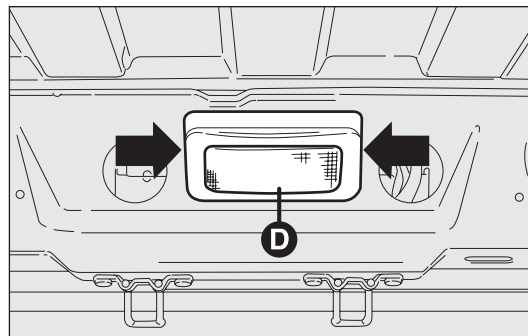
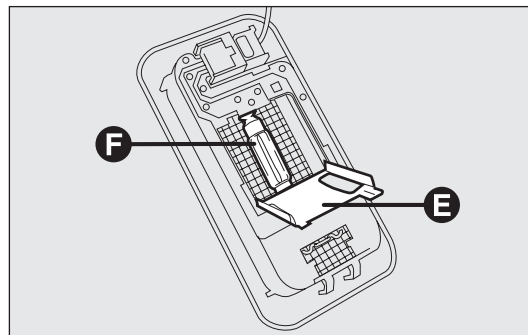

рис. 202
рис. 203
- нажмите в точках, указанных стрелками, и снимите плафон D – рис. 202;
- откройте защитную крышку E – рис. 203;
- замените лампу F – рис. 203, отсоедините ее от боковых контактов и установите новую, проследив, чтобы она была правильно ими зажата;
- закройте защитную крышку E – рис. 203 и закрепите плафон D – рис. 202 в гнезде; проверьте крепление плафона в положении.